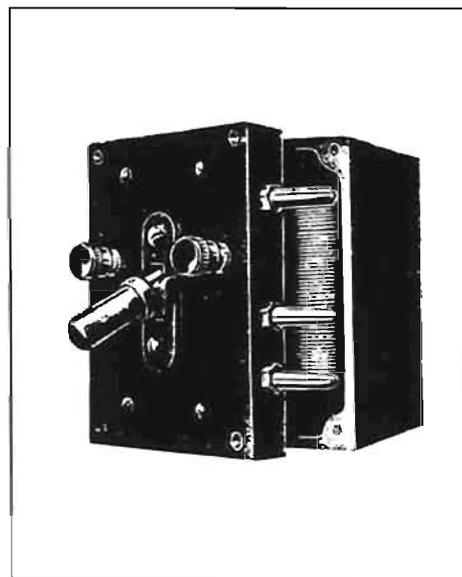

Fig. 3 - Radio-Bloc Rhéostat
1) Radio-Bloc Rhéostat (fig. 3) :